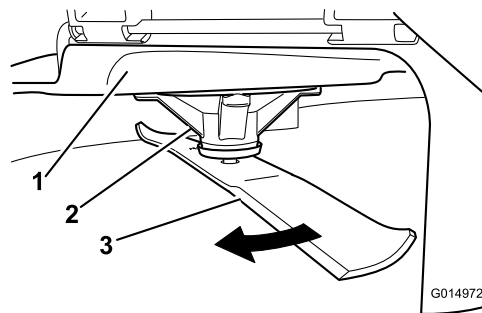

Рисунок 58
2. Используя толстые перчатки или другие подходящие средства защиты рук, медленно поверните нож в положение, позволяющее измерить расстояние от режущей кромки до уровня горизонтальной поверхности, на которой стоит машина (Рисунок 58).